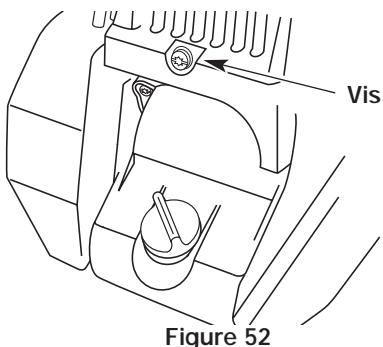

Figure 52
3. Enlevez la vis derrière le couvercle du moteur (Fig. 52)